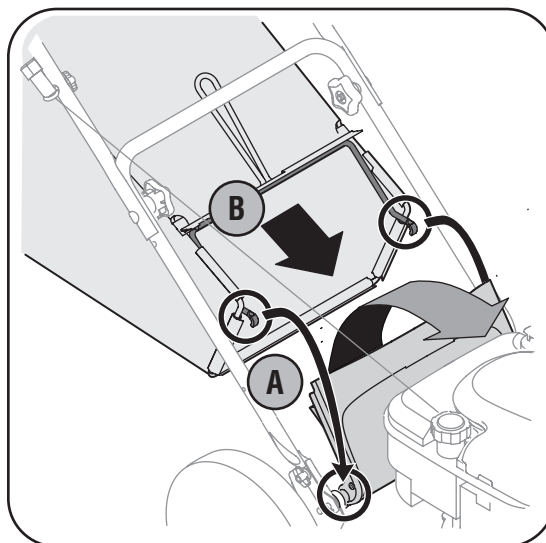

Figura 3-6
- b. Coloque el colector de césped en la varilla de pivote. Suelte la puerta de descarga de modo que descance sobre el colector de césped. Vea la Figura 3-6.